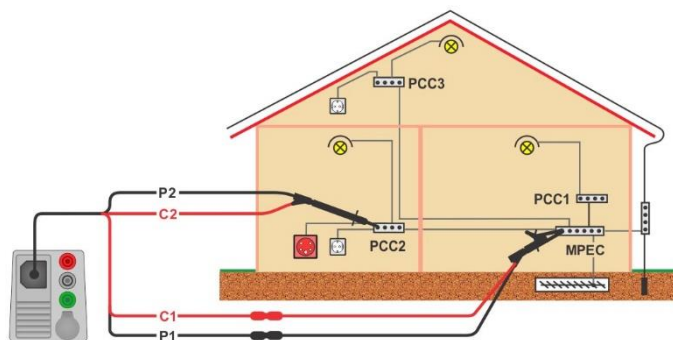

Abbildung 7.26: Anschluss des 4-Leiter Prüfadapters und des optionalen Verlängerungskabels
- Schließen Sie die Prüflitungen am Prüfling an, siehe **Abbildung 7.26**. Verwenden Sie die Verlängerungsleitung, falls erforderlich.